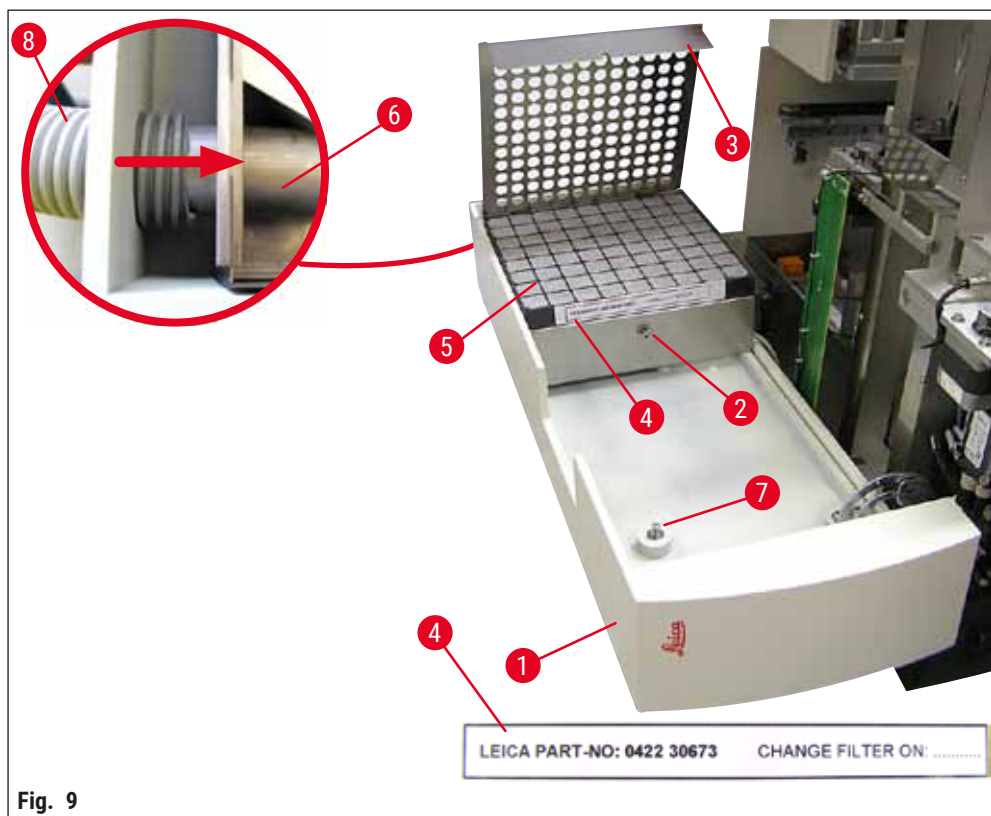

Fig. 9
(→ Fig. 9) detalhe: Montagem da mangueira de exaustão (→ Fig. 9-8). A tampa do filtro (→ Fig. 9-3) e o filtro (→ Fig. 9-5) foram removidos para mostrar a peça de conexão (→ Fig. 9-6).
2. Abra a porta de manutenção (→ Fig. 15-1) conforme descrito em (→ P. 27 – 4.6 Instalação do grupo distribuidor) (→ Fig. 9).